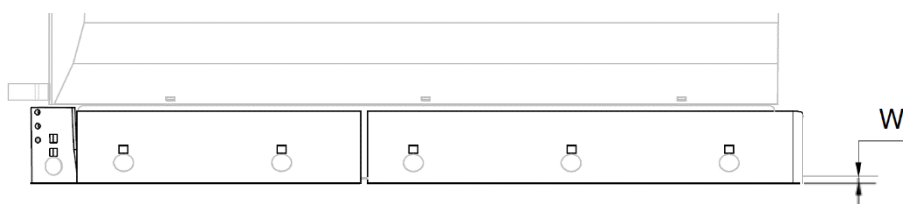
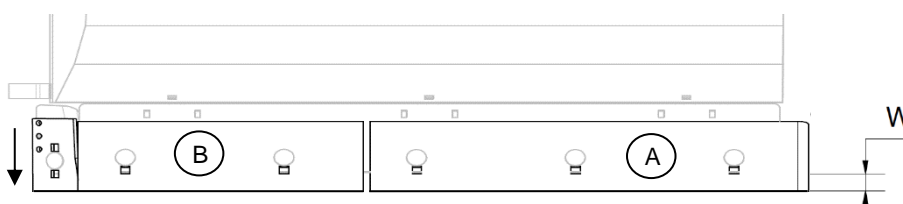

Bild.15
Bild.16
När slitaget är markant och avståndet $W \leq 10\text{mm}$ (se Bild.15) är det dags för att flyta alla slitstålen neråt (se Bild.16). När även denna position är utsliten så vänds slitstålen(B) eller skifta (vänster-höger sida) detta gäller för de ändbockade slitstålen(A).